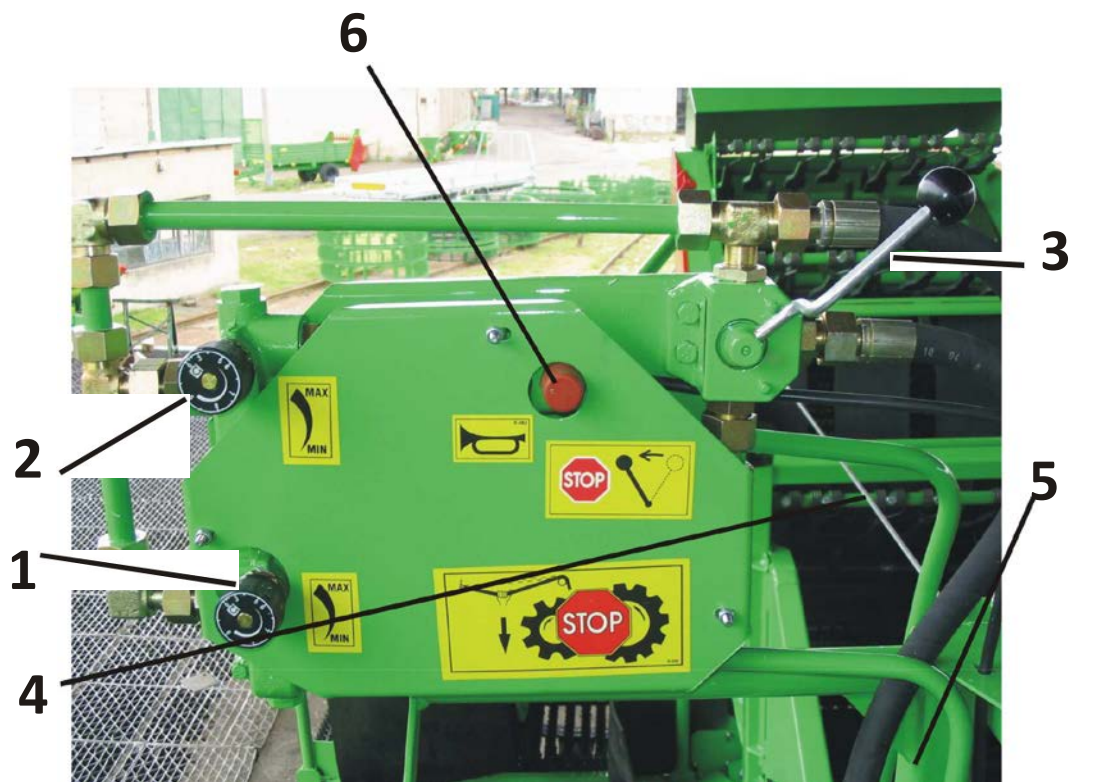

Abb. 24. Reglerblock
- Das Ausschalten der hydraulischen Servomotoren durch entsprechendes Einstellen des Dreiwegventils (3 Abb. 24).
Die Geschwindigkeit des Abstreiferbandes wird am Durchflussregler mit oberem Drehgriff (2 Abb. 24) geregelt.
Zur sofortigen Notausschaltung der Tischtransporter und des Fingerabstreifers sowie der gesamten hydraulischen Anlage, im Fall wenn der Kartoffelbunker sich unten befindet, verstelle den Steuerhebel des Dreiwegventils (3 Abb. 24) in die obere Lage bis zum Anschlag.